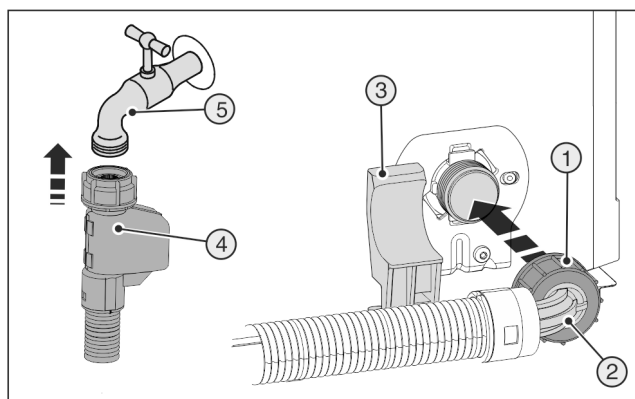

Fig. 22
- ▶ Rechte uiteinde van de slang Fig. 22 (4) op de afsluitkraan Fig. 22 (5) aansluiten.